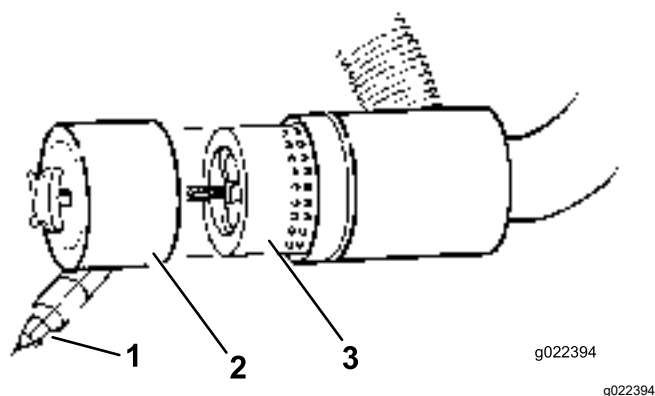

Figura 44
3. Togliete il filtro e sostituitelo (Figura 44).